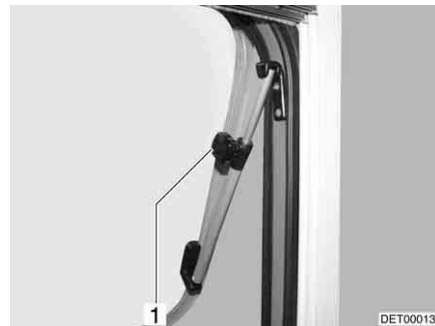

Bild 47 Överkantshängt fönster med vridspärrar, öppet
- Det överkantshängda fönstret öppnas till önskat läge och låses med den lettrade hylsan (Bild 47,1).
- Vrid den lettrade hylsan (Bild 47,1) tills låsningen släpper.